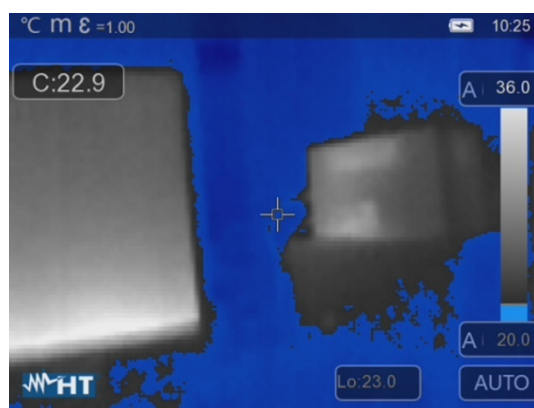

Fig. 41: Sélection isotherme de l'alarme au-dessous de la température
7. Appuyez sur le champ « Lo » en bas de l'écran et utilisez les touches fléchées < ou > pour définir la valeur seuil de température **minimale** en dessous de laquelle le compteur affiche les points de l'image en bleu et les points restants en gris (voir Fig. 41)